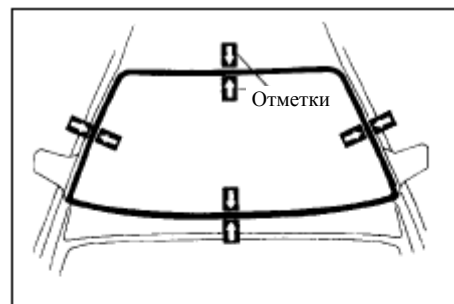

Рис. 547
- (2) Установите стекло
- в. На стыках стекла и кузова поставьте контрольные отметки(рис. 547)